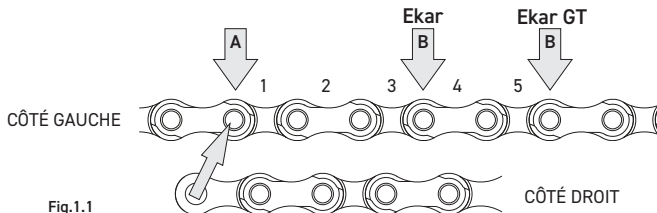

Fig.1.1
Si les broches ne sont pas parfaitement alignées, la longueur de la chaîne doit être augmentée jusqu'à ce qu'elle croise la broche droite du maillon externe suivant, donc dans l'exemple de la Fig. 1.1, la longueur correcte est obtenue avec le point A.
- pour Ekar GT: ajoutez 5 maillons supplémentaires, 3 internes et 2 maillons externe, pour obtenir la broche exacte où raccourcir la chaîne (point B Fig. 1.1).